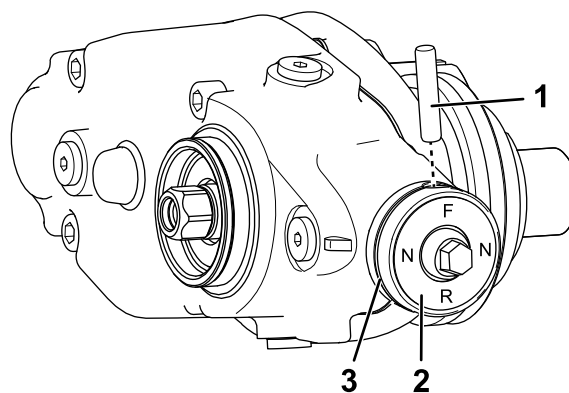

Рисунок 15
- Снимите уплотнительное кольцо с ручки сцепления (Рисунок 15).
- Извлеките срезной штифт, который крепит ручку сцепления к приводному валу (Рисунок 15).
- Установите ручку сцепления на приводной вал с помощью срезного штифта (Рисунок 15).